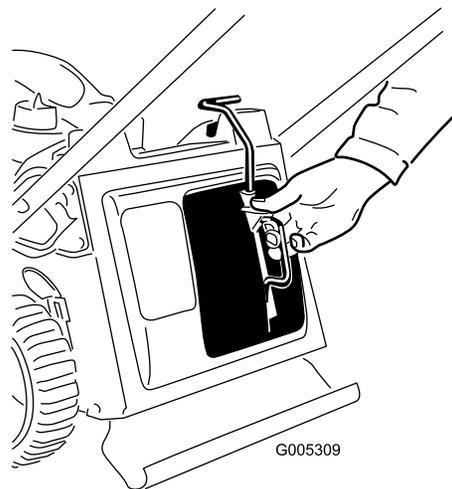
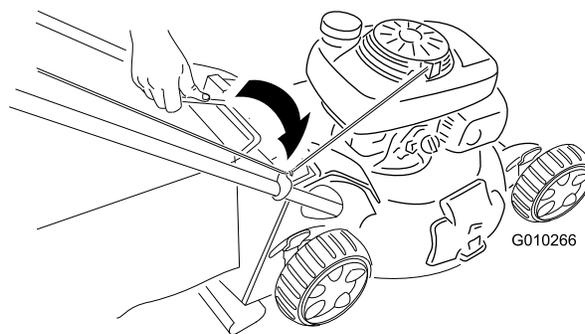

図 18
図 19
1. マルチプラグ 図 18または集草バッグ 図 19を取り付ける。